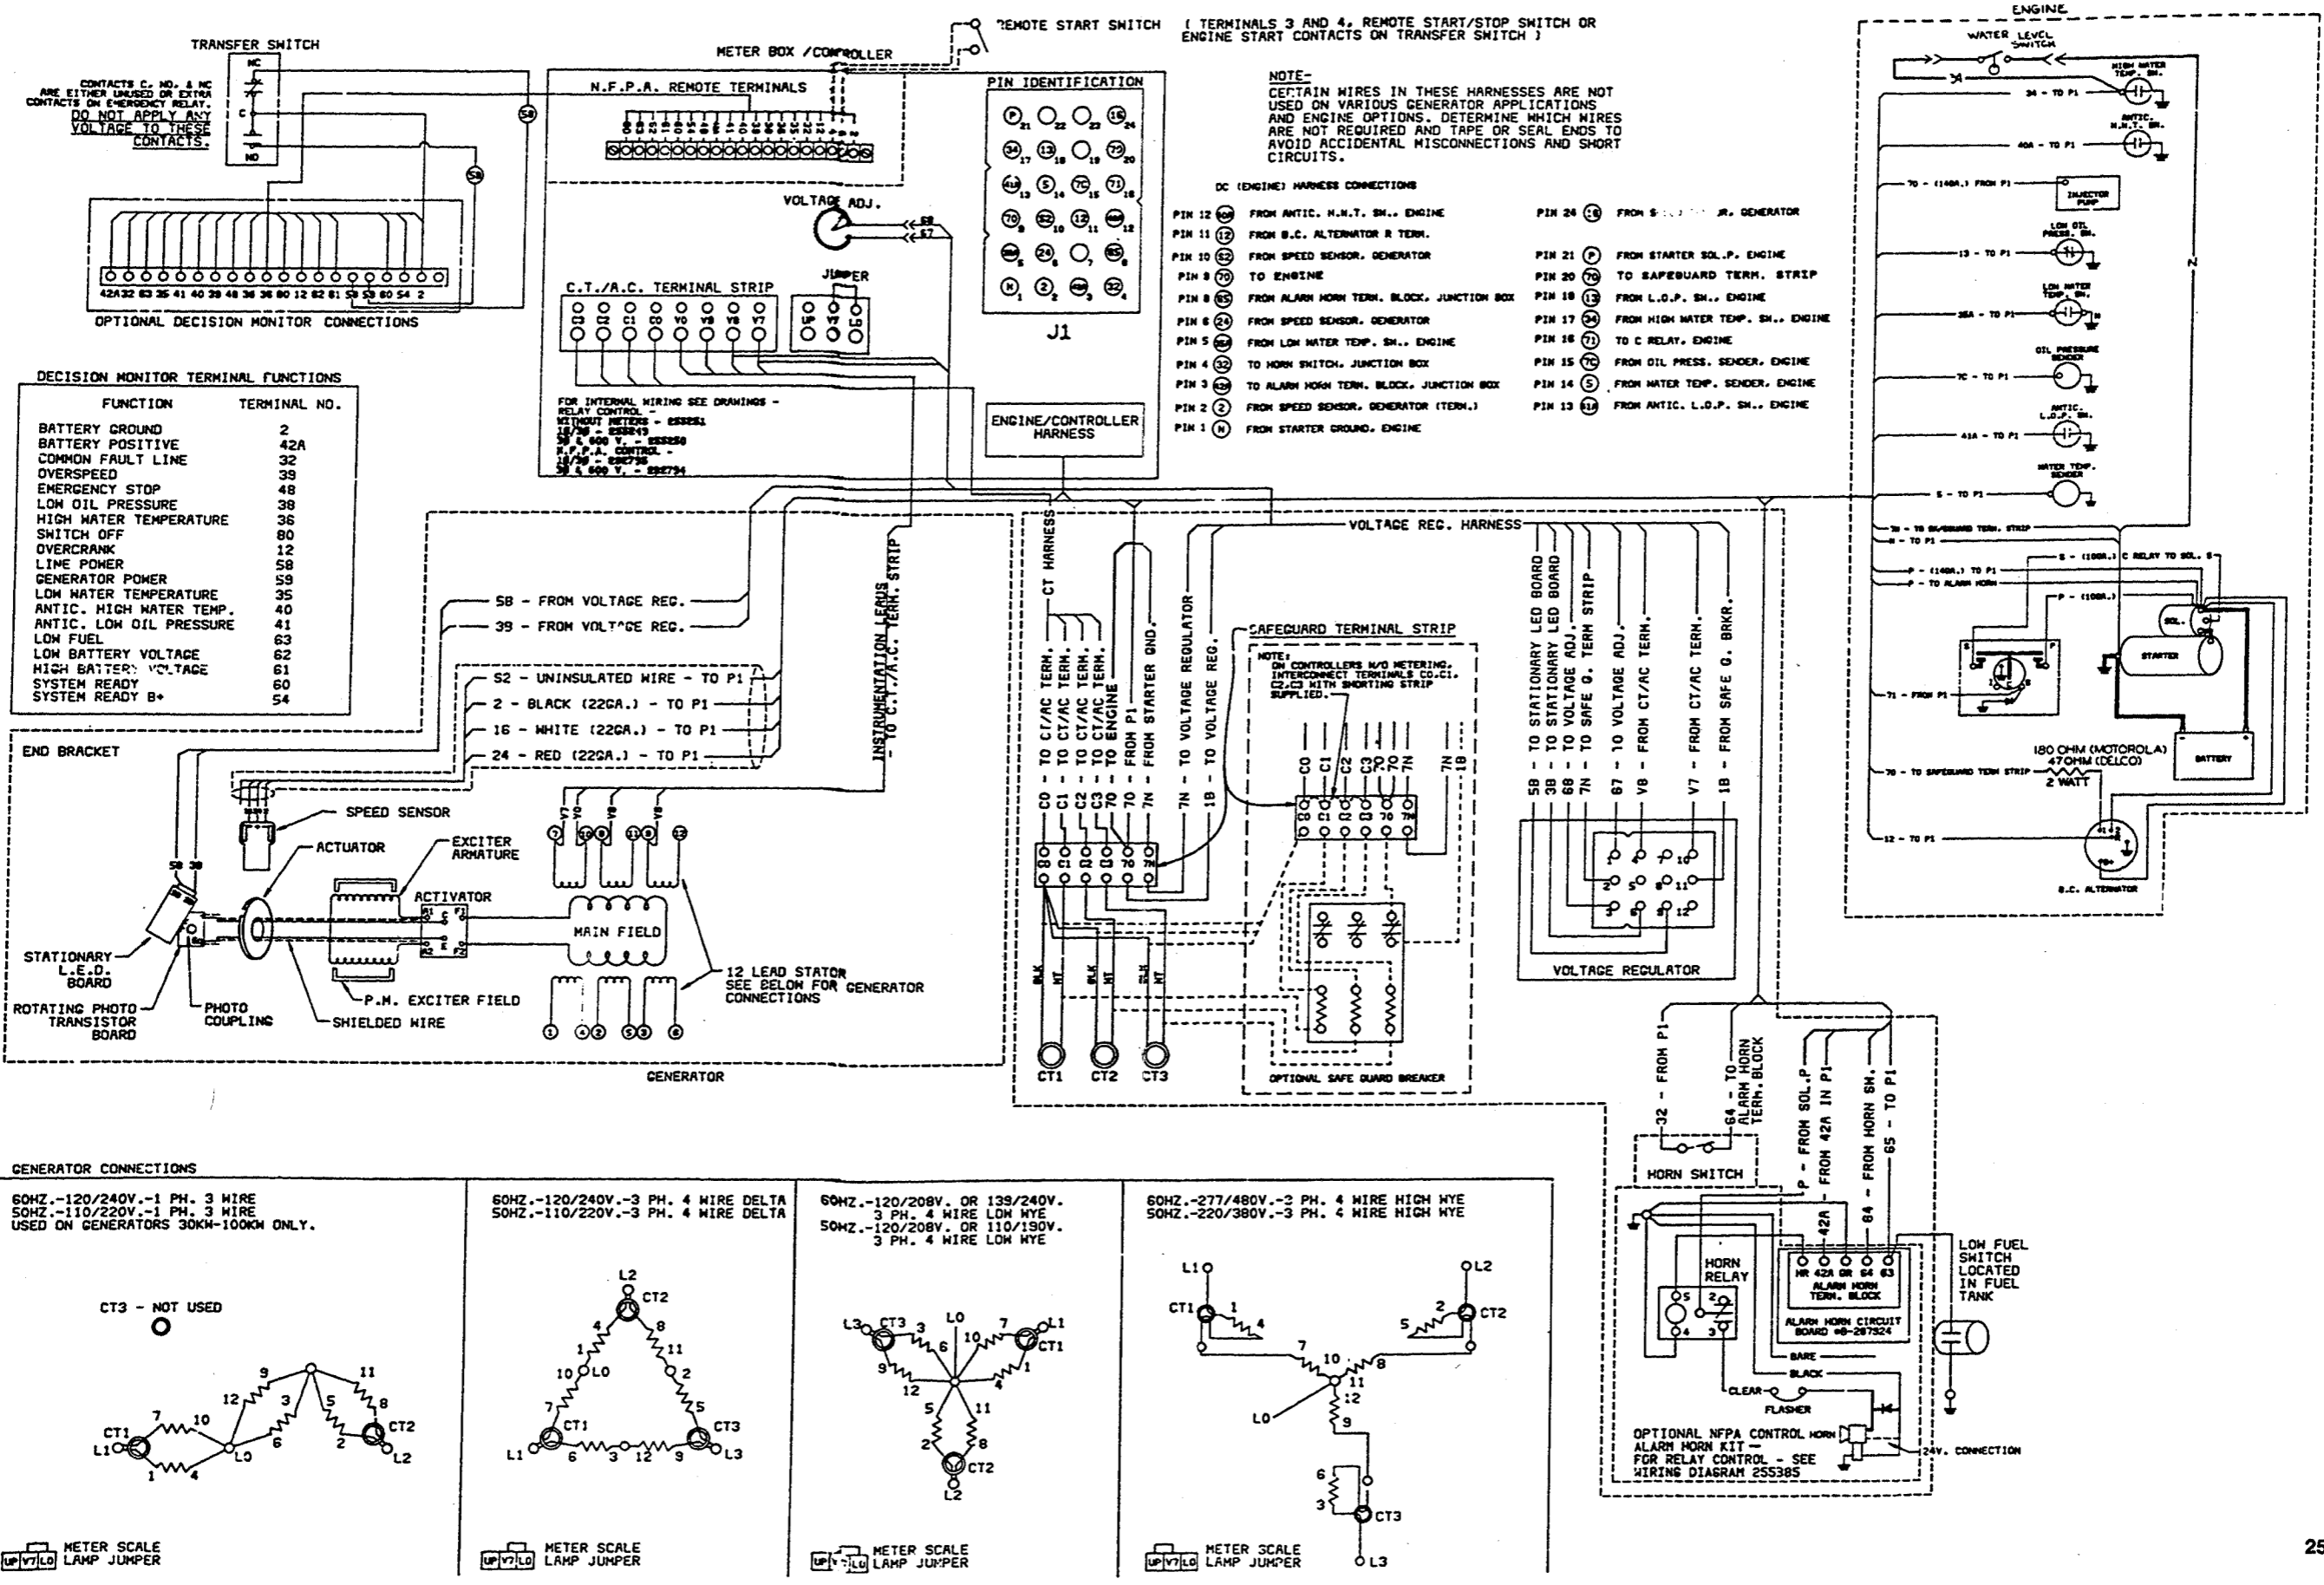

Figure 7-9. Cummins 4B, 6B Diesel, 1-Phase/3-Phase
- Figure 7-9. Cummins 4B, 6B Diesel, 1-Phase/3-Phase